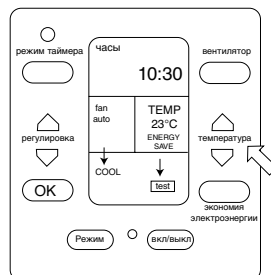

Рис. 15. Показания на жидкокристаллическом дисплее, когда кондиционер находится в режиме охлаждения и тестирования
- Нажать кнопку регулирования температуры в сторону ее понижения (.), которая заставит кондиционер перейти в режим охлаждения. После этого немедленно включится компрессор, скорость вращения вентилятора изменится на высокую и на дисплее будет отображено **TEST**. Потребуется 5 минут для того, чтобы кондиционер автоматически отключился. (Рис.15).